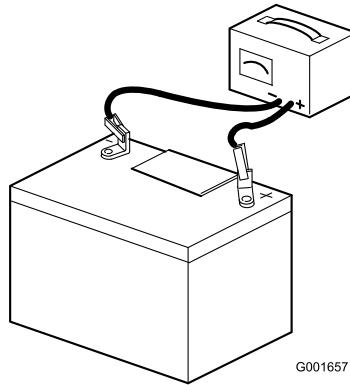

Bild 6
7. Schließen Sie ein Ladegerät mit 3 A oder 4 A an die Batteriepole an (**Bild 6**). Laden Sie die Batterie mit drei bis vier Ampere für vier bis acht Stunden auf.